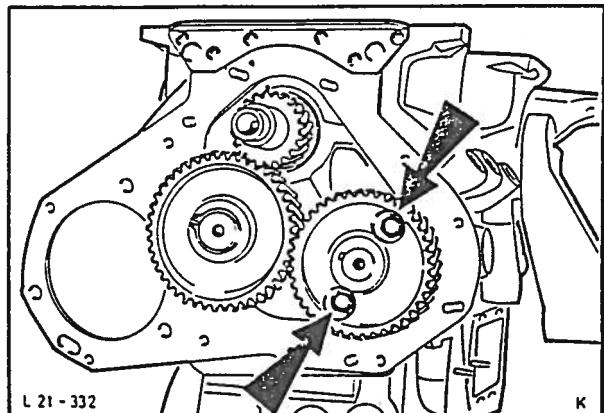

Fig. 50 Demontering av kamaksel med drev.
21. Demonter kamakselen og drevet (2 bolter) fig. 50. Skill kamakselen fra drevet ved bruk av en presse. Ta vekk festesplaten etter at platens fjær er tatt av.